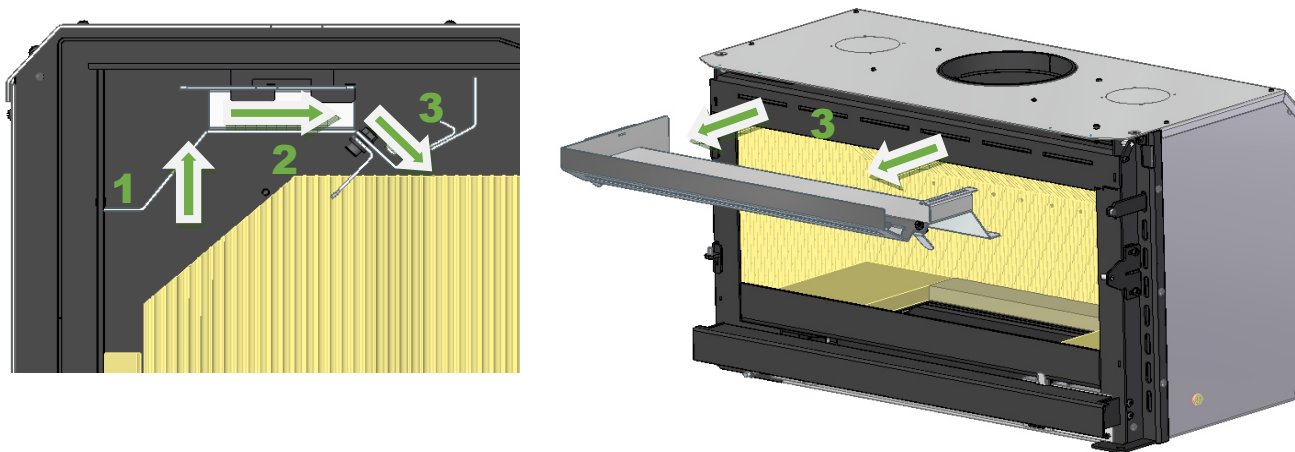

Figura 37 – Remoção do circuito de fumos
2. Remova o circuito de fumos (B) para isso empurre para a parte superior do recuperador (1). De seguida desloque o circuito de fumos para frente (2), este fica solto e extraia-o deslocando para baixo (3), Figura 37.